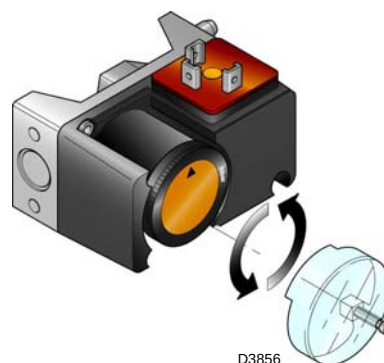

图 34
- 调节最大燃气压力开关 (图 34) 到量程的终止位置。
上述调整结束后，方才开始设定最小燃气压力开关，此前应该将开关位置置于量程结束位置 (图 34)。